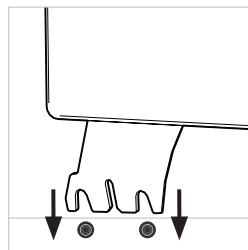

Abb. 3
- Montieren Sie die Schutzvorrichtung der Tischkreissäge (Abb. 3)